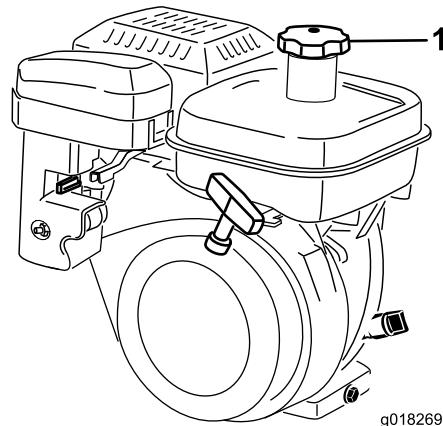

Figure 22
1. Nettoyez la surface autour du bouchon du réservoir de carburant et enlevez le bouchon (Figure 22). Faites le plein avec de l'essence sans plomb sans dépasser la base de la crête du filtre. Ne remplissez pas excessivement.